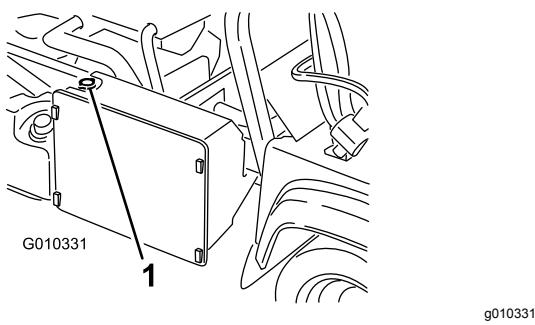

Figura 52
3. Retire el tapón del radiador (Figura 52).
4. Retire el tapón del depósito auxiliar (Figura 52).
7. Rellene el radiador y coloque el tapón (Figura 52).